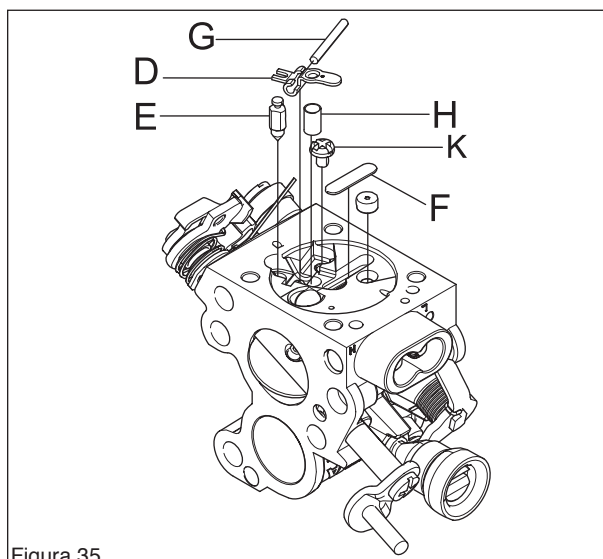

Figura 35
5. Monte la válvula de aguja (L) con la palanca (M), el eje (N) y el muelle (P) y enrosque el tornillo (K). Monte la arandela de expansión (F) (véase la figura 35).